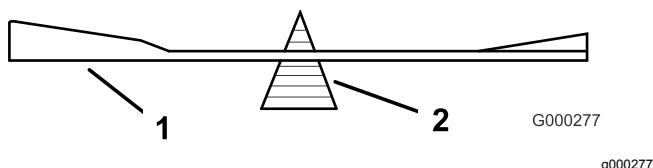

Figura 107
- Controllate l'equilibrio della lama posizionandola su un bilanciatore (Figura 107).